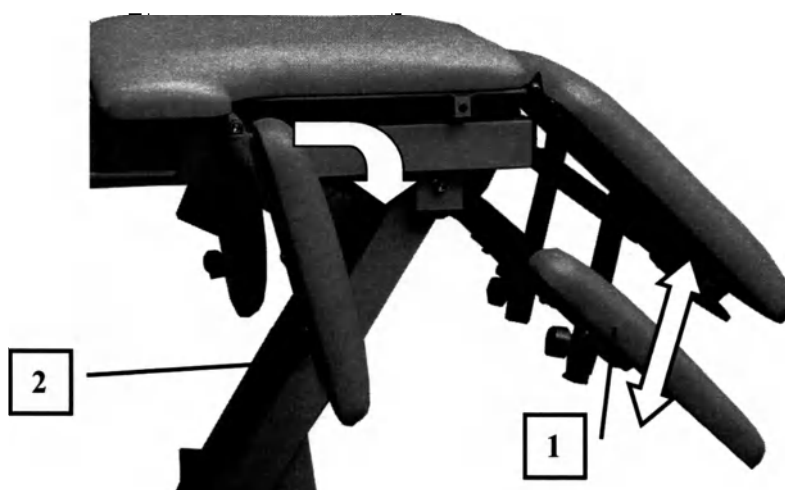

Рисунок 12- Регулировка положения передних подлокотников и опор под плечи
7.6.1 Бесступенчатая регулировка передних подлокотников производится путем перемещения передних подлокотников вдоль направляющих профилей для каждого пациента индивидуально с последующим закреплением их положения фиксаторами (рисунок 12 поз. 1).
7.6.2 Регулировка положения опор под плечи из горизонтального положения в вертикальное производится путем разблокировки фиксатора (рисунок 12 поз 2).